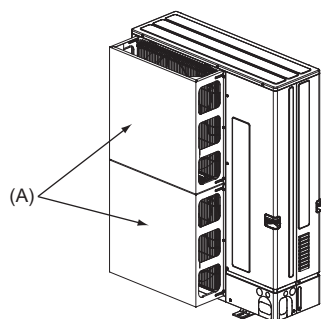

Fig. 2-5
- (2) Monter en beskyttende luftkanal (ekstraustyr) hvis enheten monteres på et sted der sterk vind fra en orkan osv. kan komme direkte inn i luftutløpet. (Fig. 2-5)